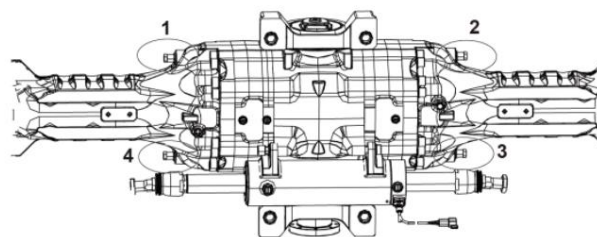

Figura 10-2 Liberación del freno
- 2) Desatornillar los cuatro tornillos de liberación del freno del eje trasero hacia el interior, como se muestra en la Figura 10-2.